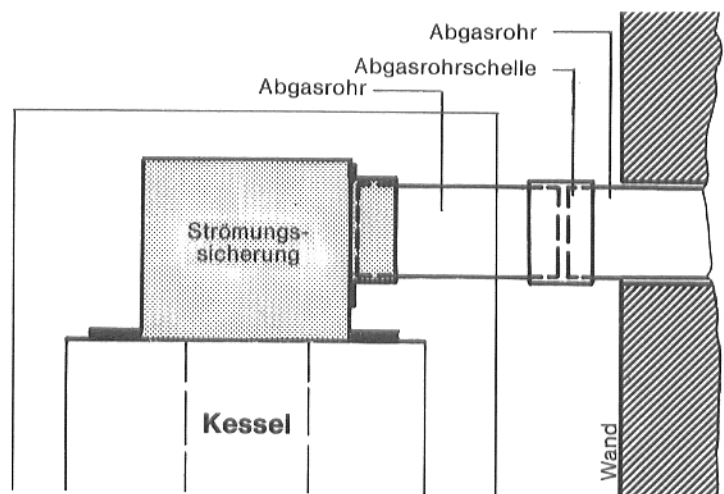

Abb. 15
- Abgasrohrschele auf die Abgasrohrenden schieben (s. Abb. 15, 17 u. 18).